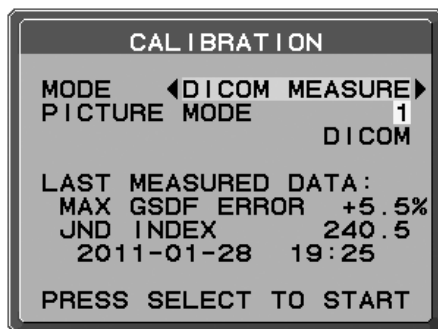

Figure D.1
1. Utilisez les touches « GAUCHE » et « DROITE » pour sélectionner la MESURE DICOM pour le MODE de sélection (**Figure D.1**).